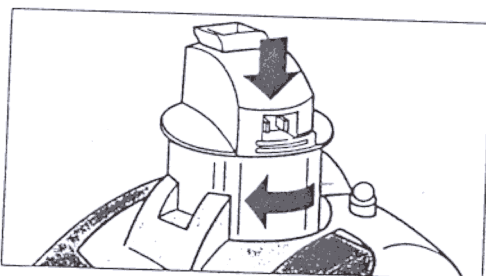

Рис.3.
5. Поместите вставку парогенератора в резервуаре для воды, и повернуть его по часовой стрелке до упора (Рис.3.).